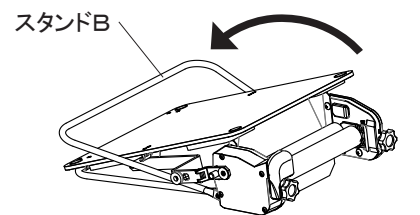

図14
3. スタンドBを矢印①の方向へ最大に開き、ベースがスタンドBの内側に入るようにぐらしてください。
4. スタンドBを矢印方向に回転すれば、図14のように折りたたんだ状態に戻すことができます。